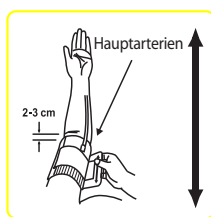

Abb. 3
3. Schieben Sie Ihren Arm durch die Manschetten Schlaufe. Das untere Ende der Manschette sollte ungefähr 2-3 cm über dem Ellenbogen liegen. Der Schlauch sollte sich über der Arschlagader auf der Innenseite des Arms befinden (Abb. 3).